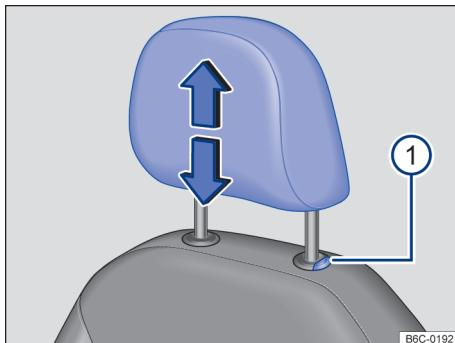

Fig. 71 Apoio para cabeça dianteiro: desinstalar.
- Retirar o apoio para cabeça com o botão Fig. 71 ① pressionado.
- Empurrar o apoio para cabeça totalmente para baixo com o botão Fig. 71 ① pressionado.